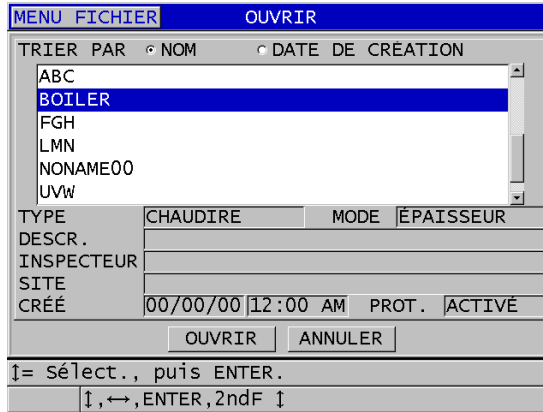

Figure 11-16 Ouverture d'un fichier
3. Dans l'écran **OUVRIR**, faites ce qui suit (voir la Figure 11-16 à la page 209) :